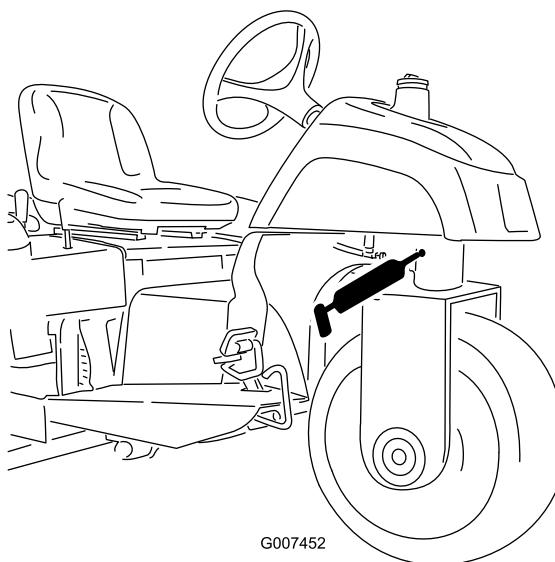

図 26
- ステアリングピボット (図 26)
**注** ステアリングピボットの注入部図 26は面一フィッティングなので、グリスガン用ノズルアダプタが必要です。 パーツ番号は P/N 107-1998 ご注文は Toro 代理店へ。